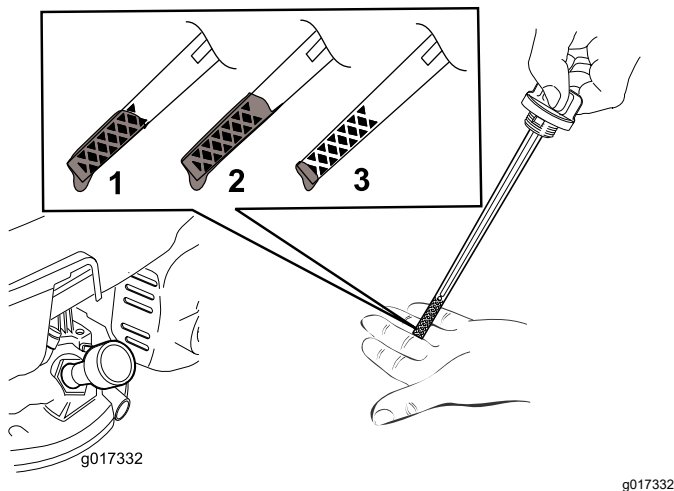
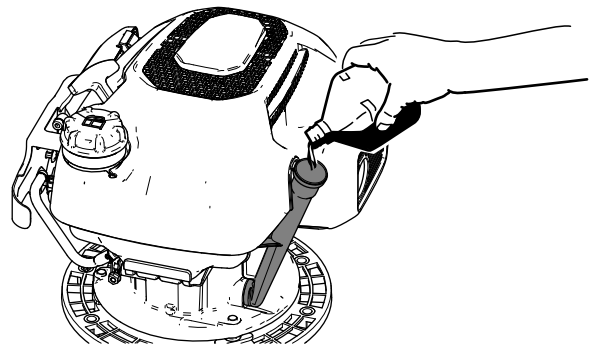

Bild 34
Bild 35
5. Wenn der Ölstand nahe oder unter der unteren Grenzmarkierung am Ölpeilstab (Bild 34) liegt, gießen Sie langsam das angegebene Motoröl in den Öleinfüllstutzen (Bild 35) und warten Sie 3 Minuten.
5. Legen Sie eine Auffangwanne neben dem Mähwerk an der Öleinfüllstutzen-seite der Maschine und auf den Boden (Bild 35).
1. Gießen Sie das angegebene Motoröl langsam in den Öleinfüllstutzen (Bild 35) und warten Sie 3 Minuten.